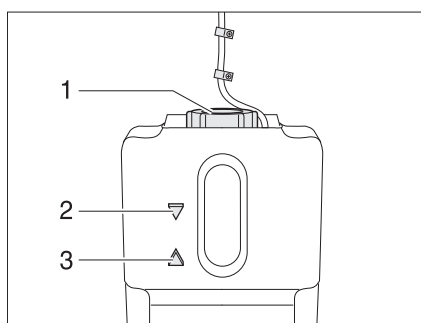

Fig. 251 Recipiente de compensación para la calefacción de agua caliente
- Comprobar si en el recipiente de compensación (Fig. 251) el líquido está entre las marcas "MIN" (Fig. 251,3) y "MAX" (Fig. 251,2).
- Abrir la tapa giratoria (Fig. 251,1) del recipiente de compensación.